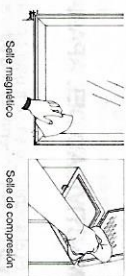

Fig. 6
- El selle magnético y de compresión se ensamblan a presión y puede extraerse para limpieza. En caso de que sufran daños, no intente repararlo. Póngase en contacto con un servicio autorizado ServiceMaster Challenger. Ver Fig. 6